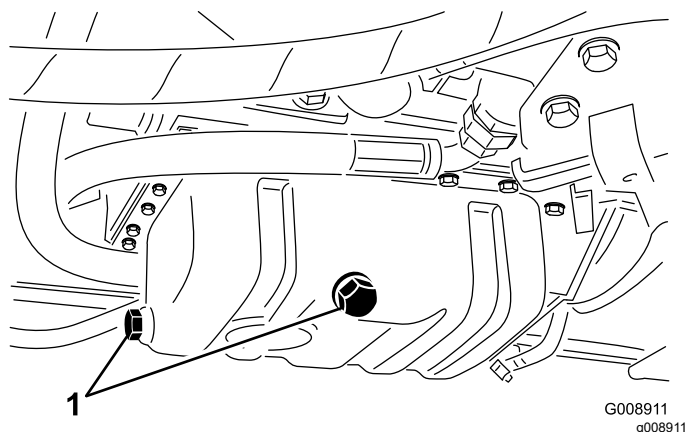

Figure 73
3. Enlevez un des bouchons de vidange (Figure 73) et faites couler l'huile dans un bac de vidange; remettez le bouchon en place lorsque la vidange est terminée.